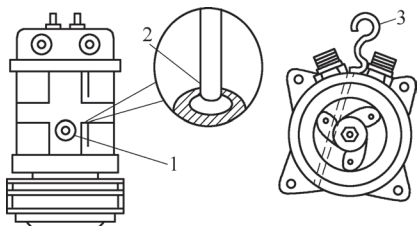

图 3-9 直接加注冷冻润滑油
2) 如图 3-9 所示卸下加油塞 1，注入规定型号的冷冻润滑油。